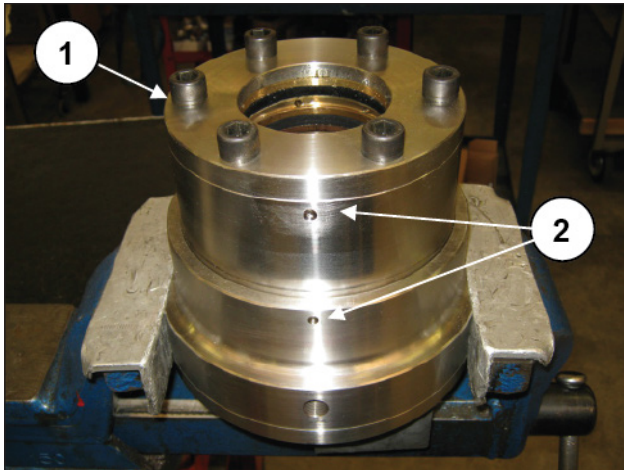
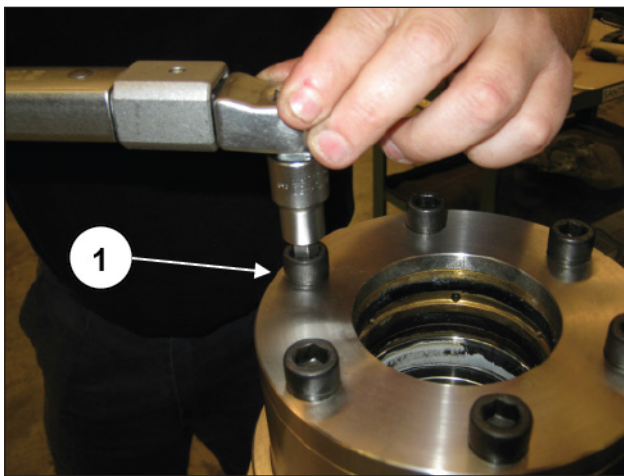

Fig. 229
Fig. 230
Montar la camisa en el soporte (pos. ①, Fig. 227), de manera que las juntas tóricas se encuentren en sus alojamientos y los "cincheles" estén alineados (pos. ②, Fig. 229). A continuación, montar el anillo de soporte de las juntas (pos. ①, Fig. 228).
Después de haber colocado los tornillos de fijación del anillo de soporte de las juntas (pos. ①, Fig. 229), apretarlos con la llave dinamométrica (pos. ①, Fig. 230), como se indica en el apartado 3.